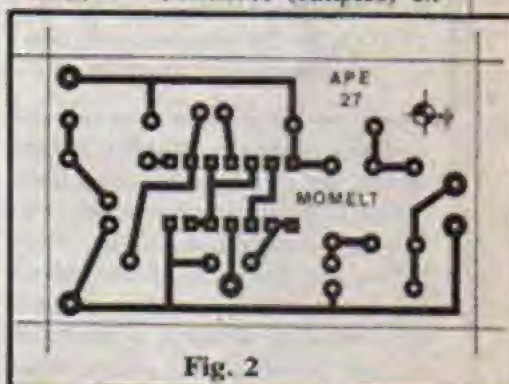

Fig. 2
- FIG. 2 - Lay out (tamanho natural) da plaquetinha do MOMELT. A idéia foi manter as dimensões tão restritas quanto possível, de modo que esse módulo complementar pudesse facilmente ser "encaixado" no mesmo **container** originalmente adotado para abrigar a MACARE (conforme veremos, adiante, na fig. 6, a solução foi perfeita...). O padrão é muito simples, de facilíma realização (obviamente quem já fez a MACARE não pode ser um "pagão" em confecção de placas, daí...). Quem prefere "moleza", contudo, sempre pode "socorrer-se" do prático sistema de KITS, que sempre incluem, além dos componentes, a própria placa pronta, fu-